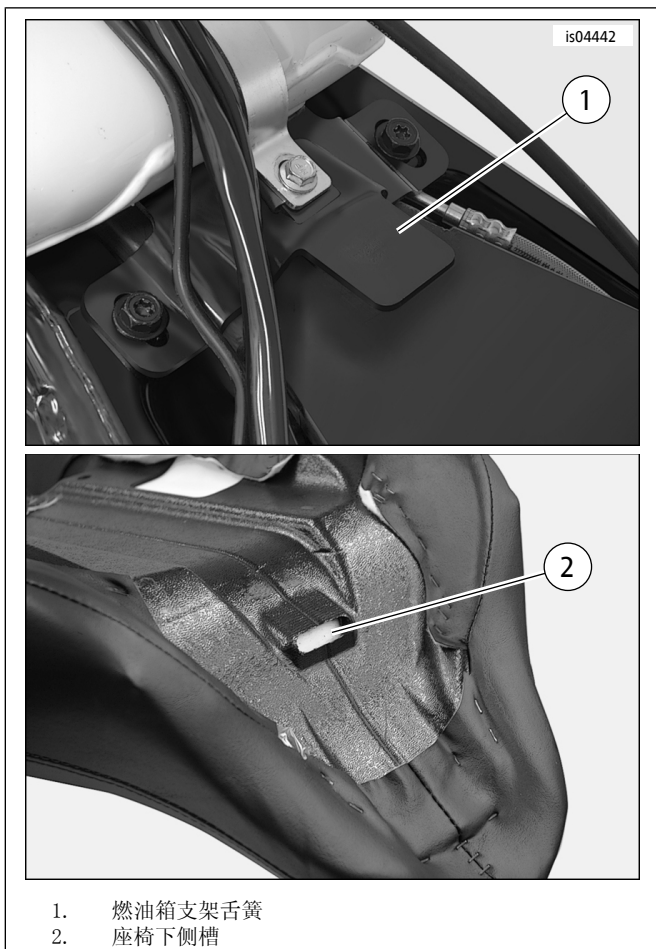

图7。座椅前底架
2. 参见图7。将座椅后部从前端滑过扣带，直到座椅前端下侧的槽（2）位于燃油箱后托架上的座椅安装舌（1）后方。
1. 参见图7。安装座椅，直到座椅前端下侧的槽（2）位于燃油箱后托架上的座椅安装舌（1）后方。